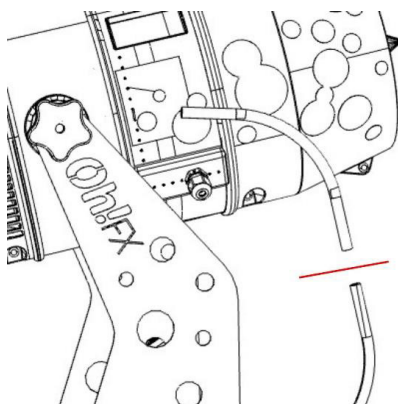

Fig. 2
2. Corte el tubo de aspiración de líquido espumógeno de la máquina a unos 20 cm, como se indica en la fig. 2.